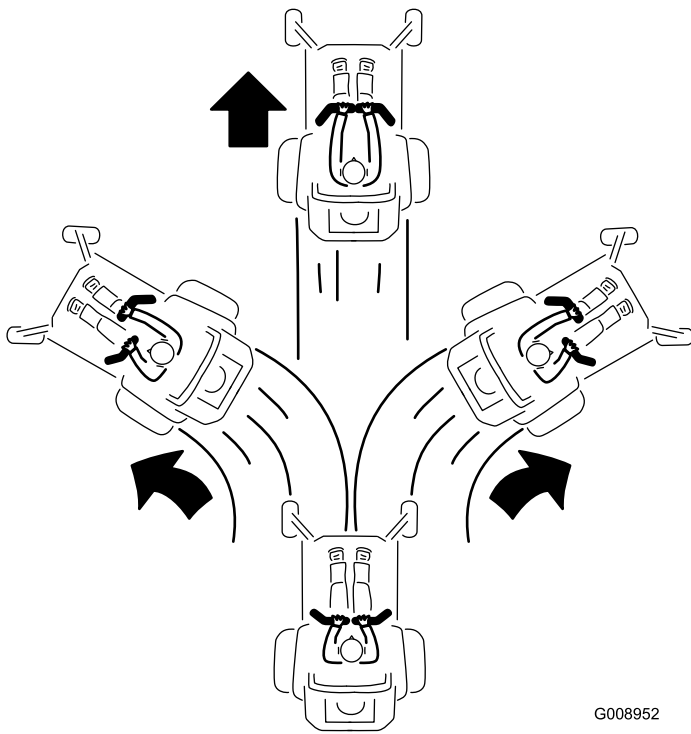

Figura 22
3. Para ir hacia adelante, empuje lentamente las palancas de control de movimiento hacia adelante (Figura 22).